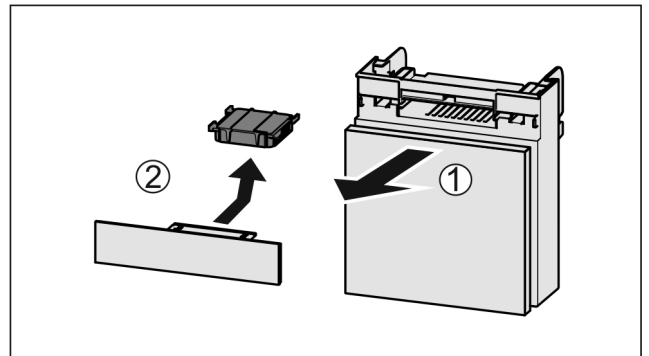

Fig. 55
- ▶ Fach nach vorne herausziehen Fig. 55 (1).
- ▶ Aktivkohlefilter entnehmen Fig. 55 (2).